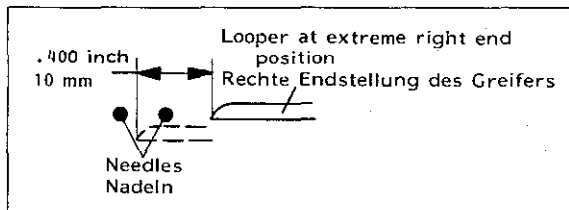

Fig.66B
5. Rotate the pulley counterclockwise until the looper has moved 10 mm (.400 in.) from right to left (Fig. 66B).
5. Drehen Sie die Handrad-Riemenscheibe im Gegenuhrzeigersinn, bis sich der Greifer 10 mm von rechts nach links bewegt hat (Fig. 66B).